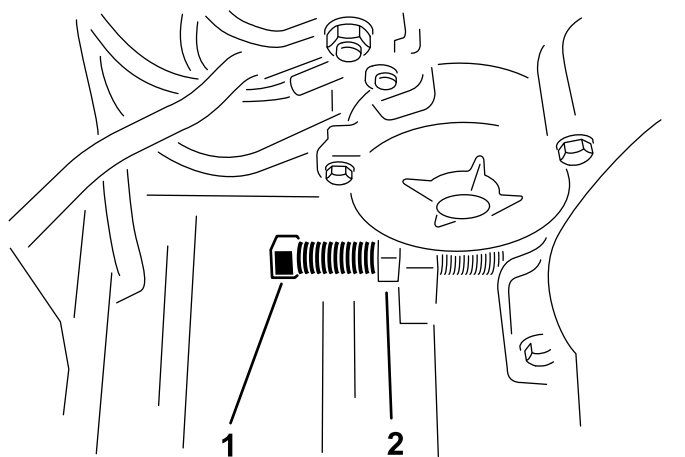

图22
3. 松开锁紧螺母并转动皮带调节螺栓直至达到所需的皮带张紧力图22。
5. 调节发动机使其与机架平行。继续旋紧发动机固定螺栓图22。